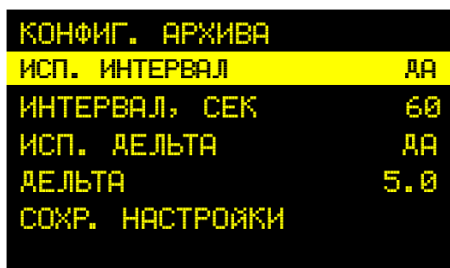

Рисунок 13 – Конфигурация архива
2.4.2.2 В пункте «КОНФИГ. АРХИВА» осуществляются настройки конфигурации архива: интервал архива (архивация с заданным интервалом времени), дельта-архивирование (архивирование по изменению переменной за заданный период времени, когда разность нового и старого значений больше заданной величины дельта, которая выражается в процентах от шкалы) (см. рисунок 13).